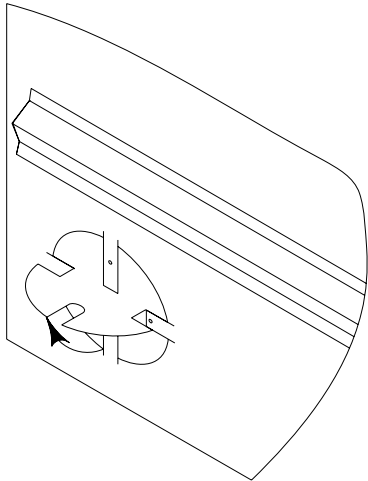

Figure 1 Retrait du panneau amovible / Knockout removal
3. The intake duct can be attached to either the left or the back of the Delta2 fireplace or to the left of the Onyx2, Opel2 and Opel3 fireplace. Start by removing the knockout on the correct side of the fireplace (see Figure 1). Bend out the four tabs to 90°.
3. Le conduit d'aération peut être raccordé sur le côté gauche ou à l'arrière du foyer Delta2, ou sur le côté gauche seulement du foyer Onyx2, Opel2 et Opel3. Commencez par enlever le panneau amovible sur le côté de votre choix (voir Figure 1). Pliez ensuite les quatre languettes à 90°.